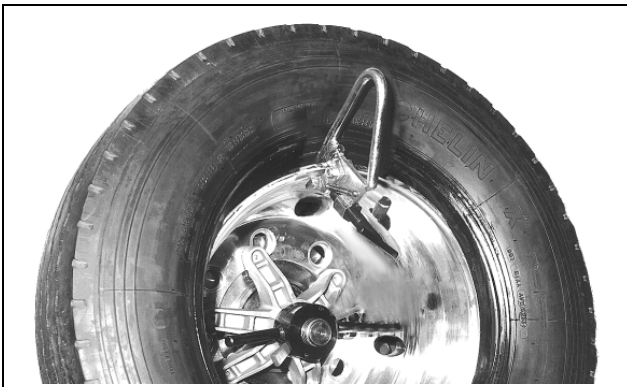

Abb.35
G. Die Montageklemme am Felgenaußenrand anbringen (Abb.35), wobei das Ventil in 11-Uhr-Position und die Klemme in 12-Uhr-Position stehen muß.